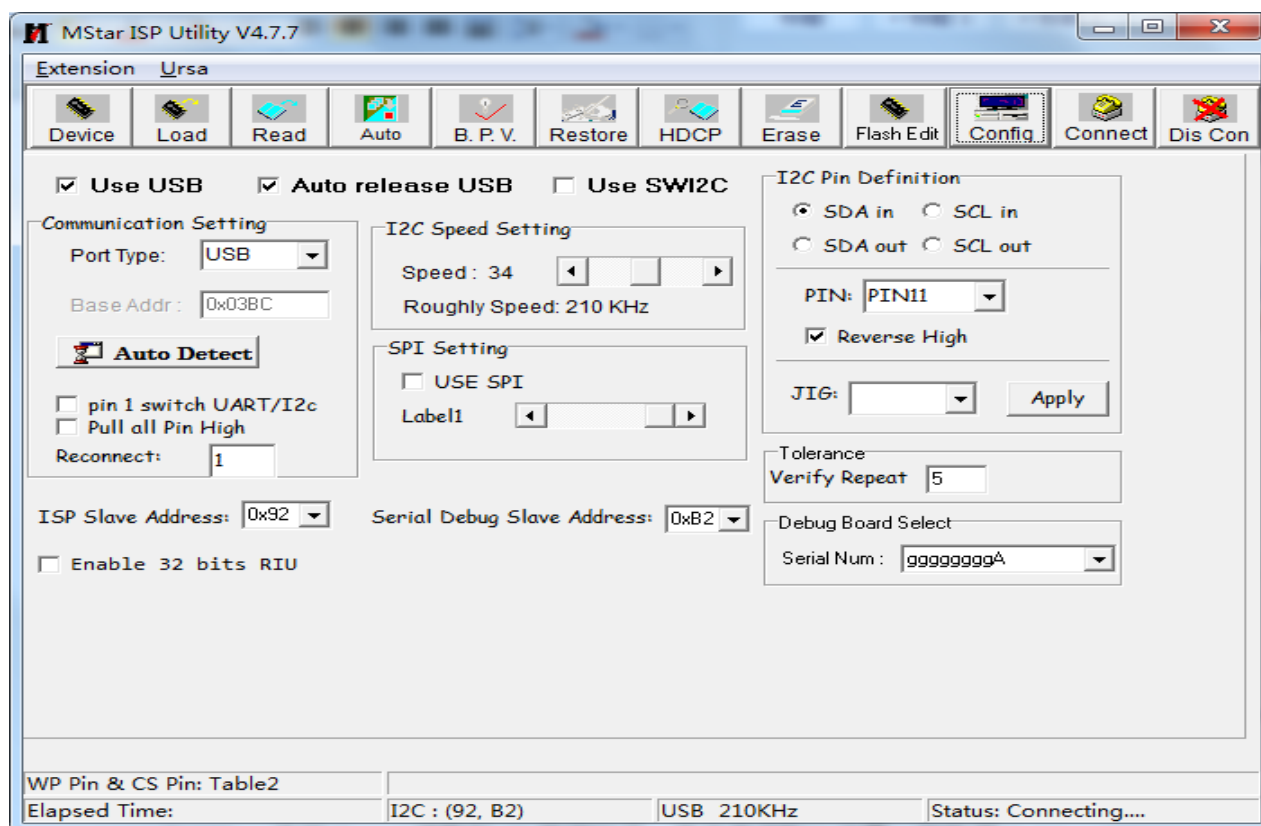

图 3.2
- 5) 打开时需要先检查一下配置，对不符合的项进行更改，点击“Config”按钮，出现下图 3.2。